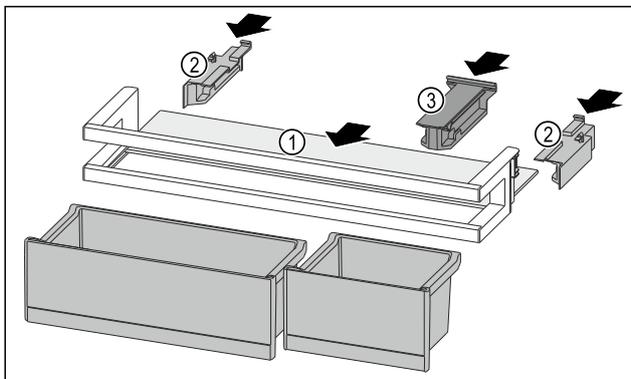

Fig. 95
- ▶ Introduzca el estante Fig. 95 (1) en los huecos laterales.
- ▶ Inserte las partes laterales Fig. 95 (2).
- ▶ Inserte la pieza de retención Fig. 95 (3).